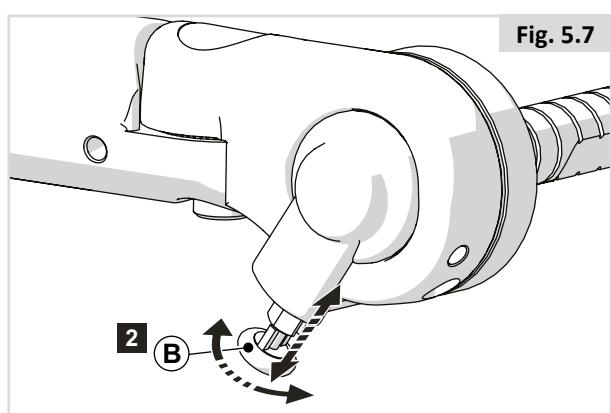

Fig. 5.7
Multijusterbara och uppfällbara armstöd som följer ryggen (Fig. 5.7)
2. Lås armstödet i uppfällt läge genom att vrida låset (B) inåt. (Fig. 5.7)